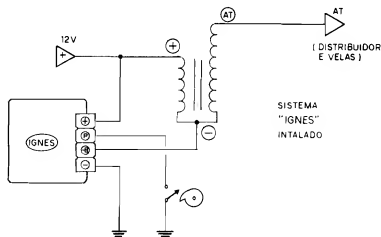

Fig.8
- FIG. 8 - INSTALANDO A "IGNES" - O terminal (+) da IG- NES deve ser ligado ao mesmo cabo que originalmente "traz" os 12V positivos ao correspondente terminal da bobina... O terminal (-) do circuito vai ligado à "massa" do veículo (negativo). O terminal (P) deve ser ligado ao platinado (onde, originalmente, estava conectado o terminal negativo da bobina...) e o terminal (-B) vai, justamente, ao terminal negativo da bobina (que foi "separado" do platinado, conforme explicado...). É bom conferir tudo com muito cuidado e atenção, ao final, verificando toda a "cabagem", as polaridades e as (poucas...) modificações feitas no sistema original... Tudo instalado e (verificado...), o Leitor/Hobbysta pode passar ao "Test Drive"...